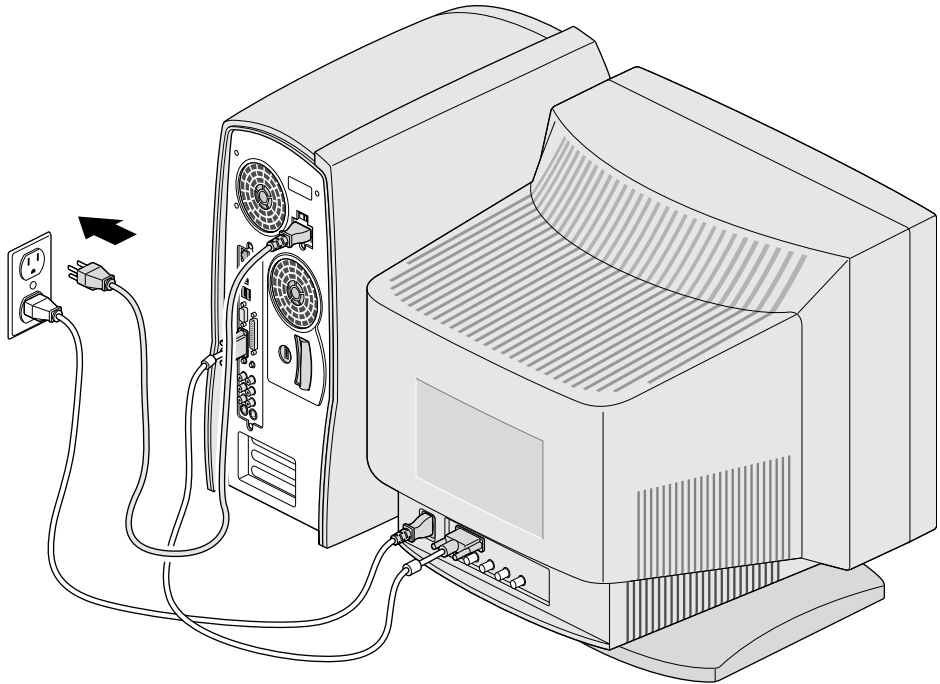

Figure 1-7 Branchement du cordon d'alimentation sur le système
6. Branchez le cordon d'alimentation situé à l'arrière du système sur une prise d'électricité, comme indiqué à la Figure 1-7.